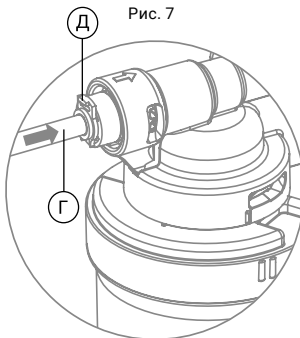

Рис. 9
3. Вставьте трубку в фитинг на вход в фильтр через цанговое кольцо (Г) и стопорную клипсу (Д) до упора (рис. 9). Для герметизации соединения, приложите дополнительное усилие, при этом трубка утопится еще примерно на 3 мм и будет плотно обжата резиновым кольцом фитинга. Аналогичным способом подключите трубку в фитинг на «выход» из фильтра.